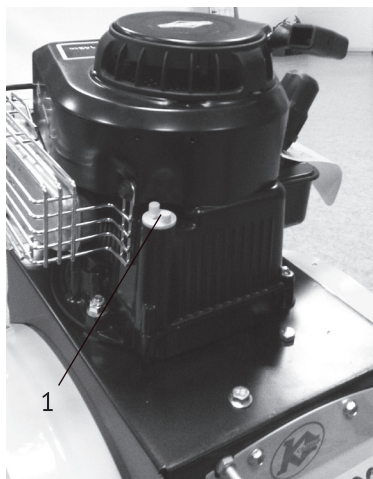

рис. 10
- Выкрутите щуп пробку из маслозаливной горловины (рис. 10 поз.1) и залейте в картер масло соответствующего типа. Вставьте сухой чистый щуп в горловину и выньте его, проверьте уровень масла: граница смоченной области щупа должна располагаться между отметками минимального и максимального уровней.
- На прогревом до рабочей температуры двигателе выкрутите пробку для слива масла в нижней части картера, под сливным отверстием разместите вспомогательную ёмкость. После прекращения истечения масла установите пробку на штатное место и затяните. Залейте масло в горловину, удалив пробку - щуп (рис.10 поз.1) Проверьте уровень масла.